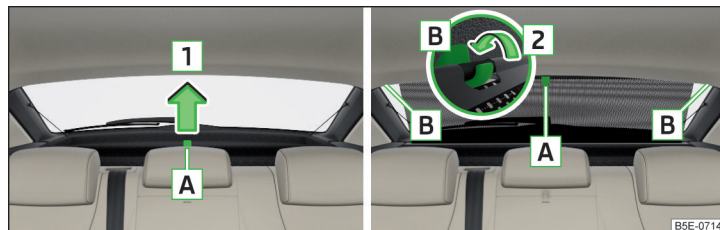

Fig. 59 Ruloul parasolar
- Pentru **protecție**, trageți afară ruloul parasolar de mâner **A** în sensul săgeții **1** și agățați-l în suportii magnetici **B** în sensul săgeții **2** » fig. 59.
- Pentru **adunare**, prindeți ruloul parasolar de mâner **A** și scoateți-l din suportii **B** în sensul opus săgeții **2** » fig. 59. Țineți ruloul parasolar în așa fel încât să se poată aduna încet și fără a se deteriora.